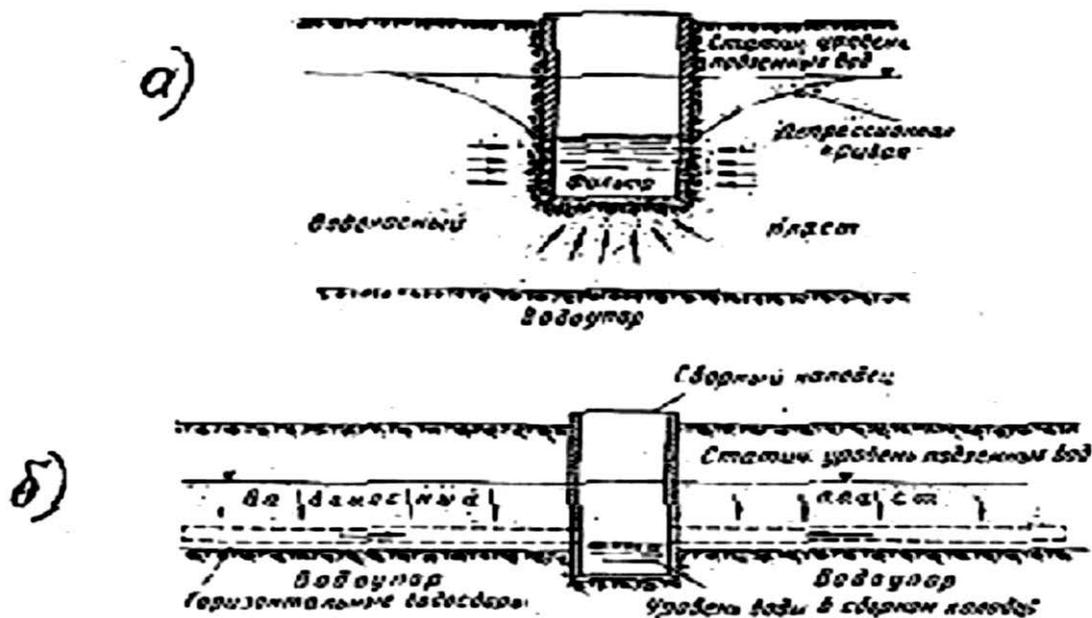

Рис. 3. Шахтные колодцы:
Шахтные колодцы имеют относительно большую площадь поперечного сечения и малую длину водосборной поверхности. На дне шахтных колодцев для предотвращения попадания в них частиц грунта укладывают своеобразный песчано-гравийный фильтр (Рис. 3, а).
**Горизонтальные водосборы** применяют при малой глубине залегания водоносного пласта (до 5-7 м) и небольшой его мощности. Они представляют собой дренажные трубы или галереи (Рис. 3, б), укладываемые в пределах водоносного пласта (обычно непосредственно на водоупоре). Вокруг дренажных труб или галерей укладывают гравийные фильтры. Водосборное устройство располагают по линии, перпендикулярной направлению движения грунтового потока.